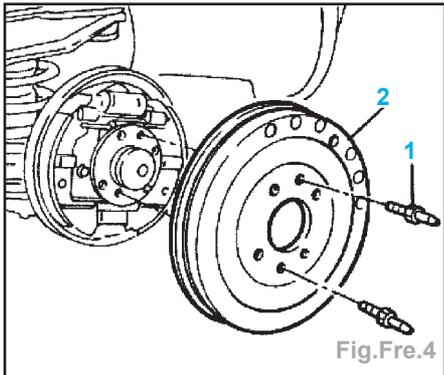

Fig.Fre.4
- Dévisser les vis (1) du tambour de freins (2) et le déposer (Fig.Fre.4).